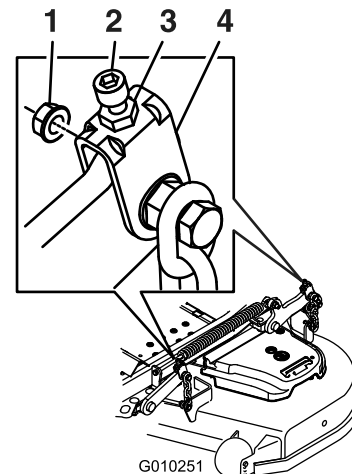

Figura 88
16. Gire el tornillo de ajuste hasta obtener una altura de 8,3cm (3-1/4 pulg.) ().Figura 88